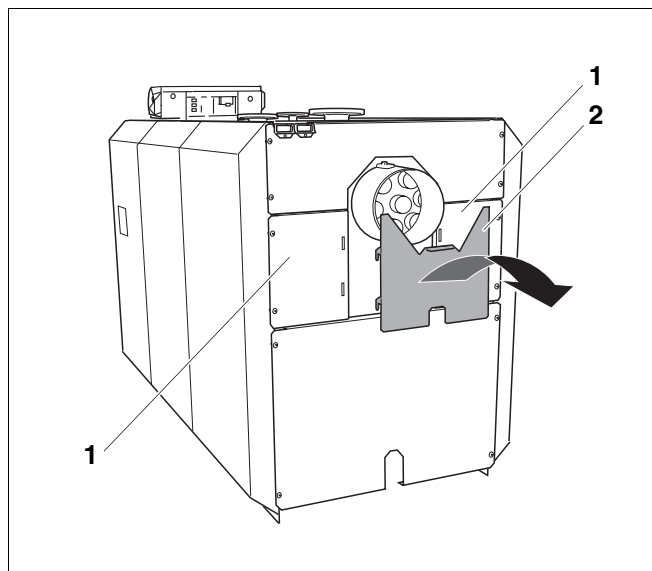
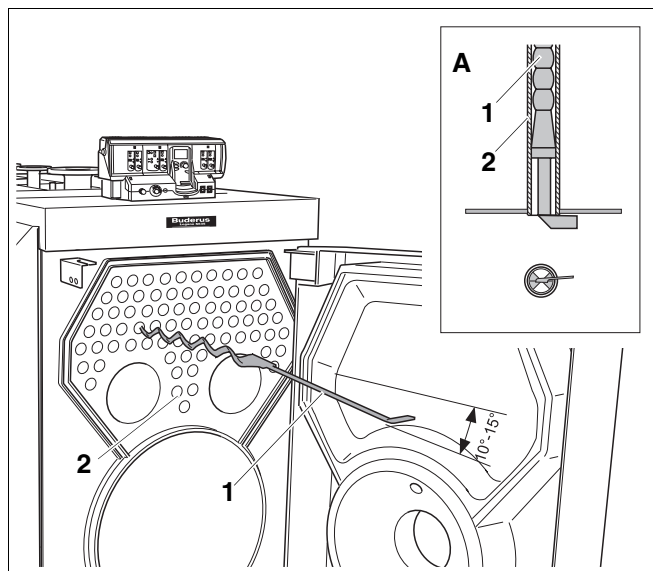

Рис. 52 Демонтаж накладной пластины для задней стенки
Рис. 54 Корректировка предварительного напряжения турбуляторов
- Снять накладную пластину задней стенки (рис. 52, **поз. 2**) по направлению стрелки с левого и правого средних элементов задней стенки (рис. 54, **поз. 1**).
- Проверьте, чтобы стопоры турбуляторов прилегли горизонтально к трубам дополнительных поверхностей нагрева (рис. 54, вид А).
- Задвинуть турбуляторы (рис. 54, поз. 1) в трубы дополнительных поверхностей нагрева (рис. 54, поз. 2).
Если предварительное напряжение турбуляторов (рис. 54, поз. 1) недостаточно, то необходимо его скорректировать.
- Вынуть турбулятор (рис. 54, поз. 1) на 3/4 его длины из трубы (рис. 54, поз. 2).
- Согнуть турбулятор (рис. 54, поз. 1) как показано на рис. 54 на 10° – 15°.
- Вновь задвинуть турбулятор (рис. 54, поз. 1) в трубу (рис. 54, поз. 2).
- Еще раз проверить предварительное напряжение турбулятора (рис. 54, поз. 1).